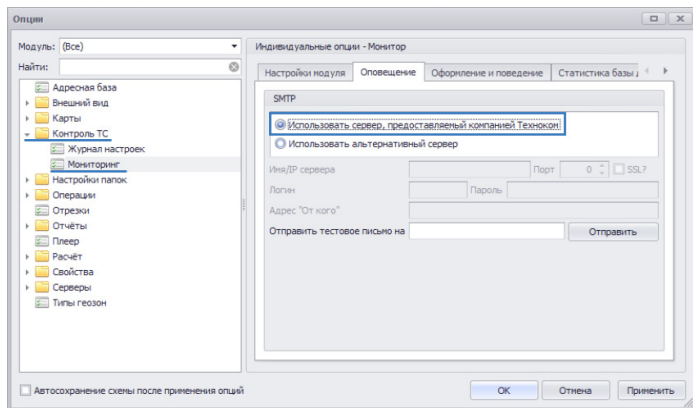

Рис.266. Использовать почтовый сервер ТехноКом.
1. Использовать почтовый сервер, предоставляемый компанией ТехноКом (Рис.266).